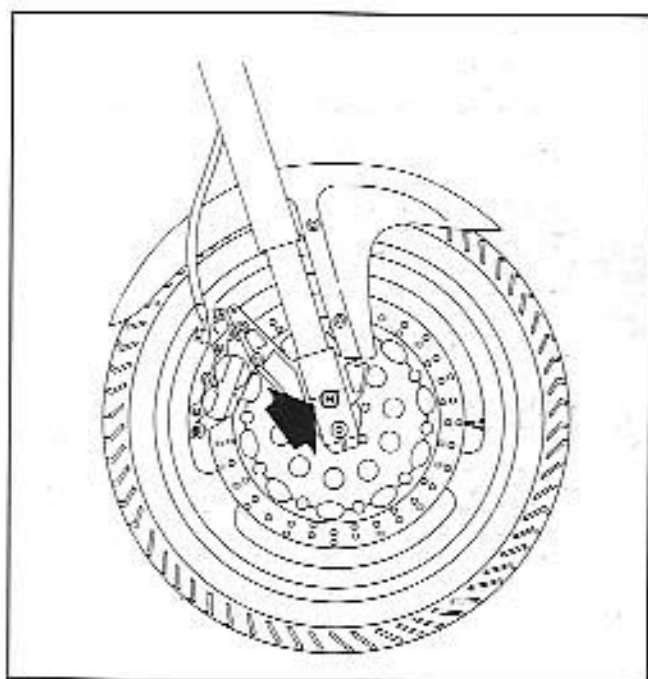

Fig.2
- Agendo sulle ghiera (Fig. 2) si interviene sul precarico della molla, modificando l'altezza di guida del motociclo.